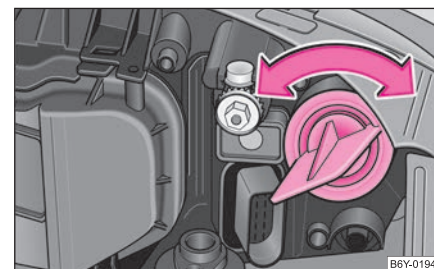

Fig. 175 Dépose de l'ampoule du clignotant avant
- Sortez la douille avec l'ampoule en tournant vers la gauche ⇒ fig. 175.